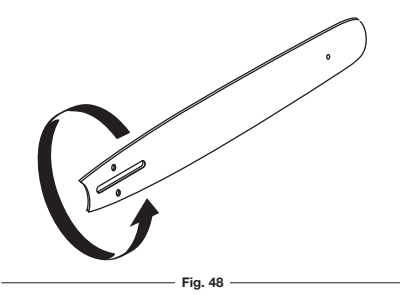

Fig. 48
- Faites pivoter le guide-chaîne fréquemment à intervalles réguliers (par exemple, après toutes les 5 heures de fonctionnement), afin d’assurer une usure uniforme sur le haut et le bas du guide-chaîne (Fig. 48).